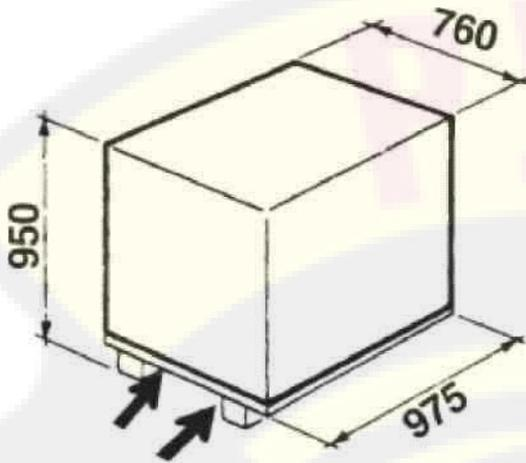

Рис. 3
- Станок в упакованном виде следует перемещать с помощью вилочного погрузчика соответствующей грузоподъемности. Места заглублиения вилочных захватов показаны на рис. 3.